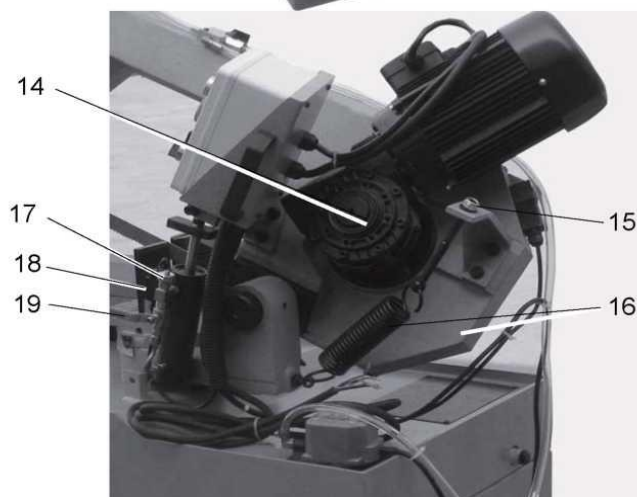

Рис. 2 Общий вид.
4.1.1. Общий вид станка представлен на Рис. 2